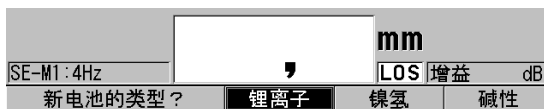

图 2-5 选择新电池类型
14. 回答出现在屏幕底部的问题（参见第 41 页的图 2-5）：